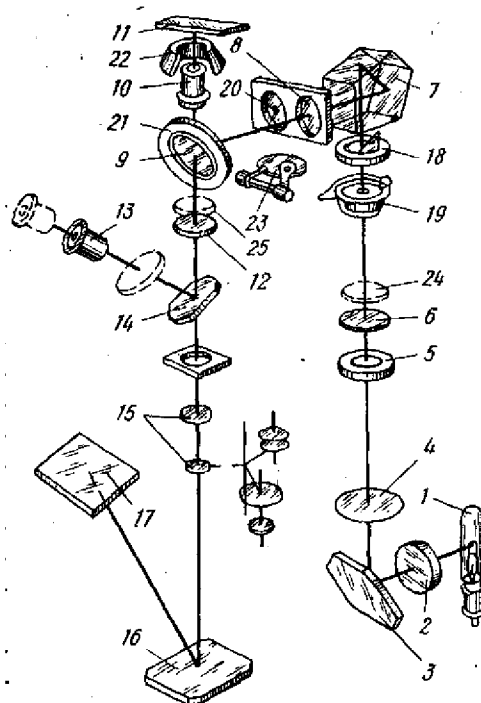

Рис.1.
6. На рис.1 окуляр обозначен цифрой \_\_\_\_\_.
7. На рис.1 светофильтр обозначен цифрой \_\_\_\_\_.
8. На рис.1 линза для работы в темном поле обозначена цифрой \_\_\_\_\_.
9. На рис.1 отражающая пластинка обозначена цифрой \_\_\_\_\_.